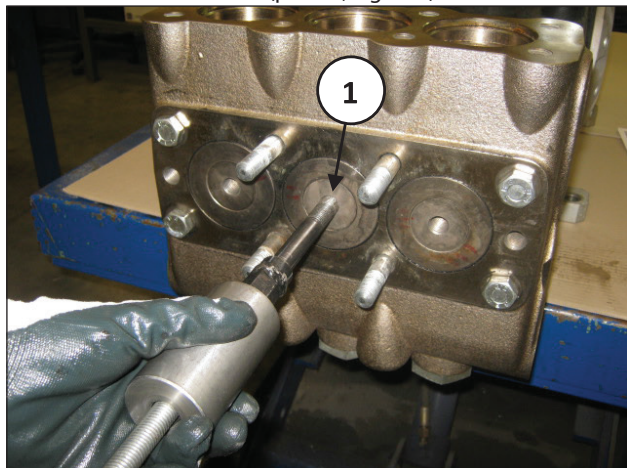

Fig. 103
C) Estrarre i tappi anteriori mediante l'utilizzo di un estrattore a massa battente M16 (pos. ①, Fig. 103).